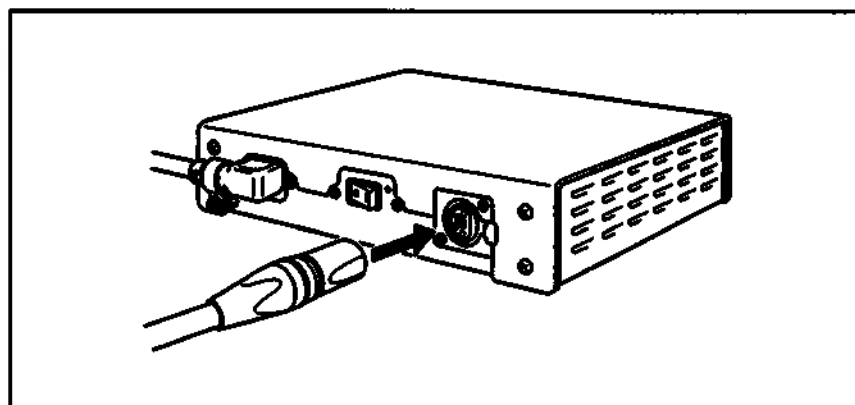

Рисунок 3.2.
2. Вставьте провод постоянного тока в разъем DC OUT (Выход для постоянного тока) на адаптере для сети переменного тока, чтобы он защелкнулся в нужном положении (п. Рисунок 3.2.).